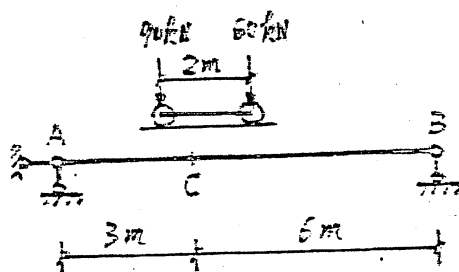

图 3
- 3、图 3 所示结构, 在移动荷载作用下载面 C 的最大弯矩 $M_{Cmax} =$ _____。